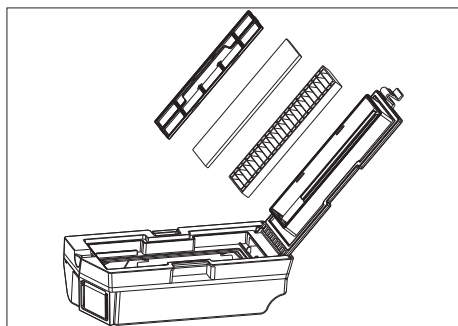

Fig. 18 – Apertura del contenitore della polvere/rimozione del filtro
- ▶ Prima della pulizia con acqua rimuovere il filtro per la polvere(v. Fig. 18).
- ▶ Reinscrivere i filtri nell'ordine corretto (v. Fig. 18).